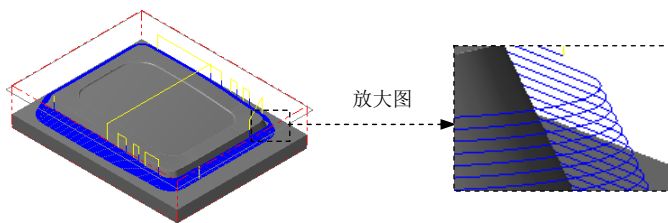

图 5.21 刀具路径
(1) 在“曲面精加工等高外形”对话框中单击 **等高外形精加工参数** 选项卡, 在 **Z 轴最大进给量:** 文本框中输入值 0.5; 在 **整体误差(T)...** 文本框中输入值 0.005。
(2) 在 **封闭式轮廓的方向** 区域中选中 **顺铣** 单选项, 在 **开放式轮廓的方向** 区域中选中 **双向** 单选项。
(3) 在 **两区段间的路径过渡方式** 区域选中 **沿着曲面** 单选项以及“曲面残料粗加工”对话框左下方的 **切削顺序最佳化** 复选框, 其他参数采用系统默认设置值。
Step9. 单击“曲面精加工等高外形”对话框中的 按钮, 完成加工参数的设置, 此时系统将自动生成图 5.21 所示的刀具路径。